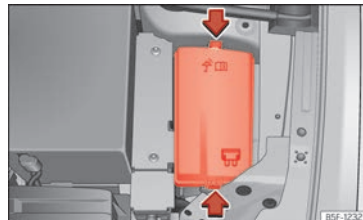

Abb. 227 Im Motorraum: Abdeckung des Sicherungskastens.
- Verriegelungstasten drücken, um die Abdeckung des Sicherungskastens »» (Abb. 227) zu entriegeln.